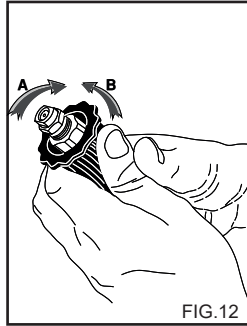

FIG.12
BRUK AV DET REGULERBARE HODET (Fig. 12)
- 2) Start høytrykksvaskeren, åpne vaskemiddelkranen (hvis den finnes), aktiver kommandoen for oppsuging av vaskemiddel som er plassert på lansen (fig. 12) og sprut på overflaten som skal vaskes, nedenfra og oppover. La virke i noen minutter.